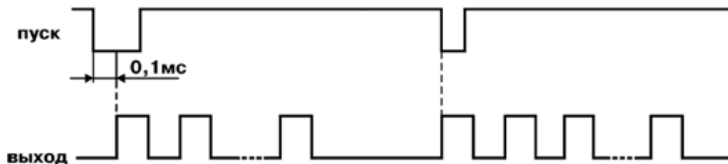

Рисунок 3.5
3.1.3.2 Импульс «Пуск» запускает выполнение программы сначала или с места установки (рисунок 3.5). Длительность импульса не менее 0,1 сек. Задержка реакции прибора на сигнал «Пуск» составляет не более 0,1 мс.